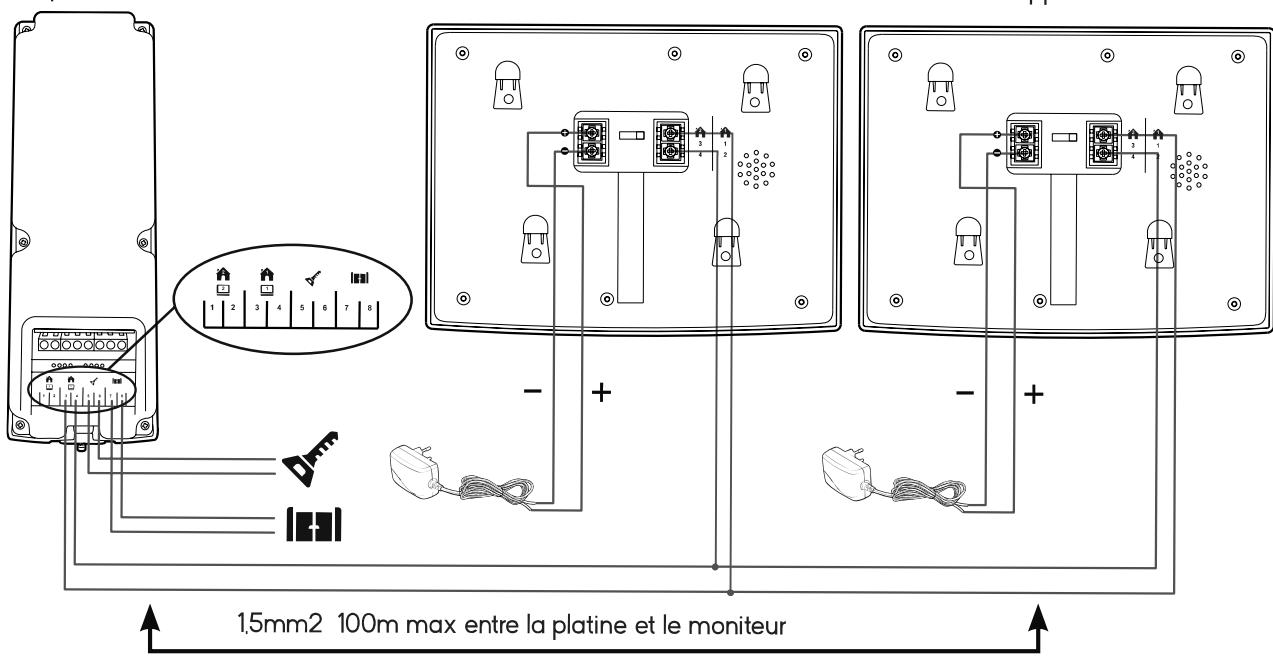

Fig. 9
- **Fig9** : 2 familles – 1 moniteur dans chacune d'elles (2 moniteurs au total)